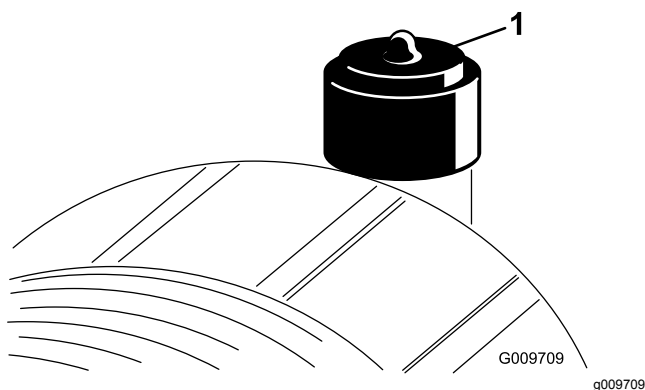

Figura 32
Effettuate la manutenzione del filtro dell'aria quando l'indicatore (Figura 32) lo richiede. Sostituendo il filtro dell'aria prima del necessario si aumenta il rischio che la morchia penetri nel motore quando si toglie il filtro.
8. Se la spia (Figura 32) è rossa, resettatela.